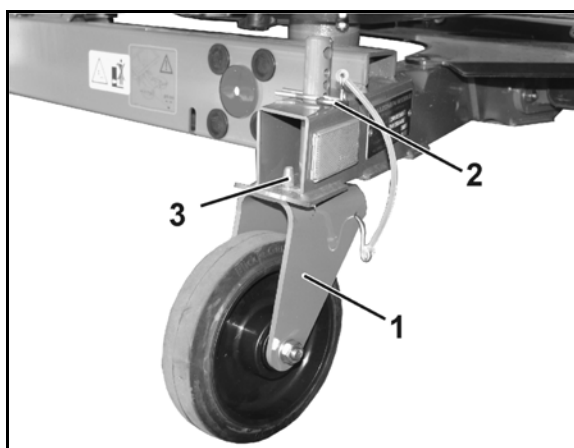

图 27
6. 固定式后轮（图 27/1）
- 安装并用弹簧插销（图 27/2）固定在最低孔中，
安装固定式脚轮时，确保销栓（图 27/3）穿过框架上的孔，从而使脚轮保持纵向。